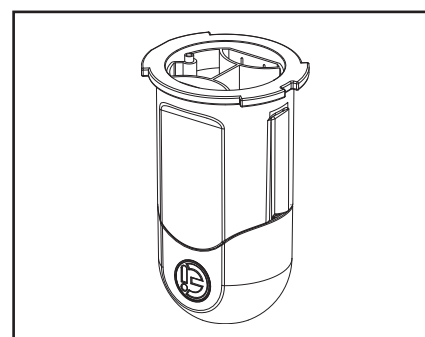

Figure 29. Inverser la cellule
6. Remettre le bouchon sur la cellule et inverser (Voir Figure 29).
7. En portant des lunettes et des gants de protection, ajouter une (1) partie d'acide à dix (10) parties d'eau et mélanger.